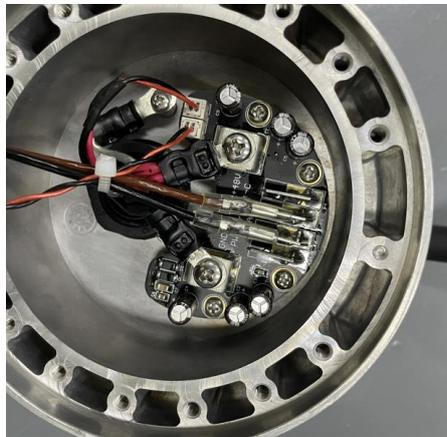

图 3-9 连接基座关节线
- 如图 3-9 所示, 将基座关节放回基座安装支架, 并重新连接电线;